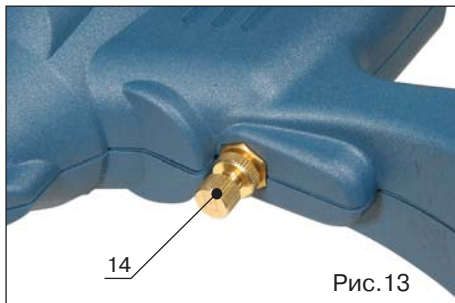

Рис.13
2. Отрегулируйте скорость потока воздуха к механизму подачи клеевых патронов регулировочным винтом (поз.14, рис.13).